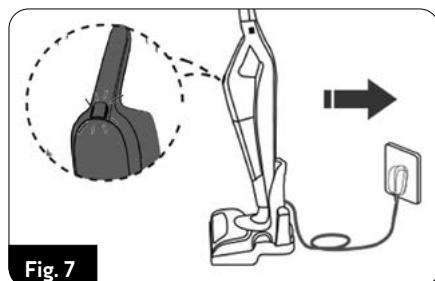

Fig. 7
2. Așezați aspiratorul asamblat corect în mânerul principal și cu peria electrică pe stația de andocare (Fig.7). Conectați încărcătorul la sursa de alimentare.